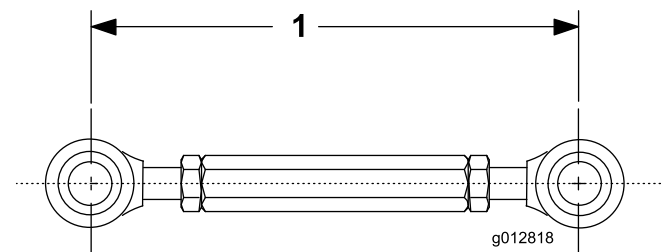

Bild 4
5. Bringen Sie den Gewindestift auf eine Länge von 19 cm und ziehen Sie die Klemmmuttern fest (**Bild 4**).